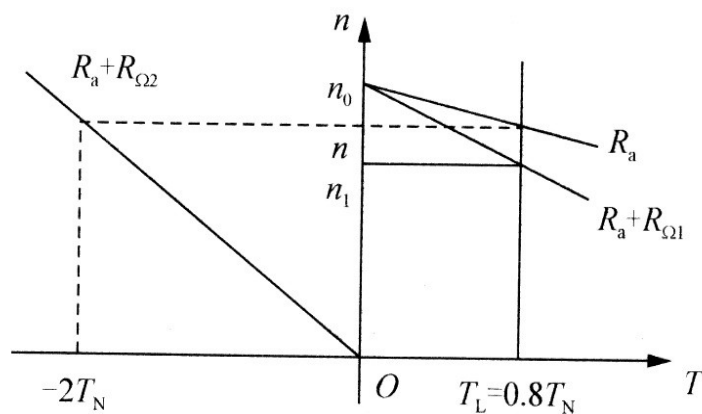

图 5.31 他励直流电动机机械特性
例 5-7 他励直流电动机 $P=30\text{kW}$, $U_N=220\text{V}$, $I_N=158.8\text{A}$, $n_N=1000\text{r/min}$, $R_a=0.1\Omega$, 试求: ① $C_e\Phi_N$ 、 T_N , n_0 ; ② 负载转矩 $T_L=0.8T_N$ 时, 电动机在固有特性上(图 5.31)稳定运行的转速; ③ 负载转矩 $T_L=0.8T_N$ 时, 电动机在电枢回路串入 0.3Ω 电阻时的稳定运行转速; ④ 负载转矩 $T_L=0.8T_N$ 时, 电动机在固有特性上稳定运行时进行能耗制动, 制动初始电流限制为额定电流的两倍时, 制动电阻应为多大? ⑤ 直接启动时启动电流为额定电流的几倍?